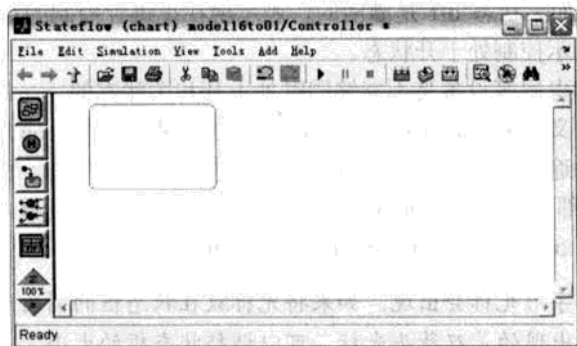

图 16.15 在 Stateflow 编辑窗口中添加一个状态
- ① 在 Stateflow 图表窗口左边，单击状态工具.
- ② 将鼠标移动到可编辑区，此时鼠标周围就会出现一个带圆角的方框。
- ③ 在可编辑区的左上角单击，如图 16.15 所示，一个高亮度的状态就会出现，且其左上角有一个闪动的文本光标。